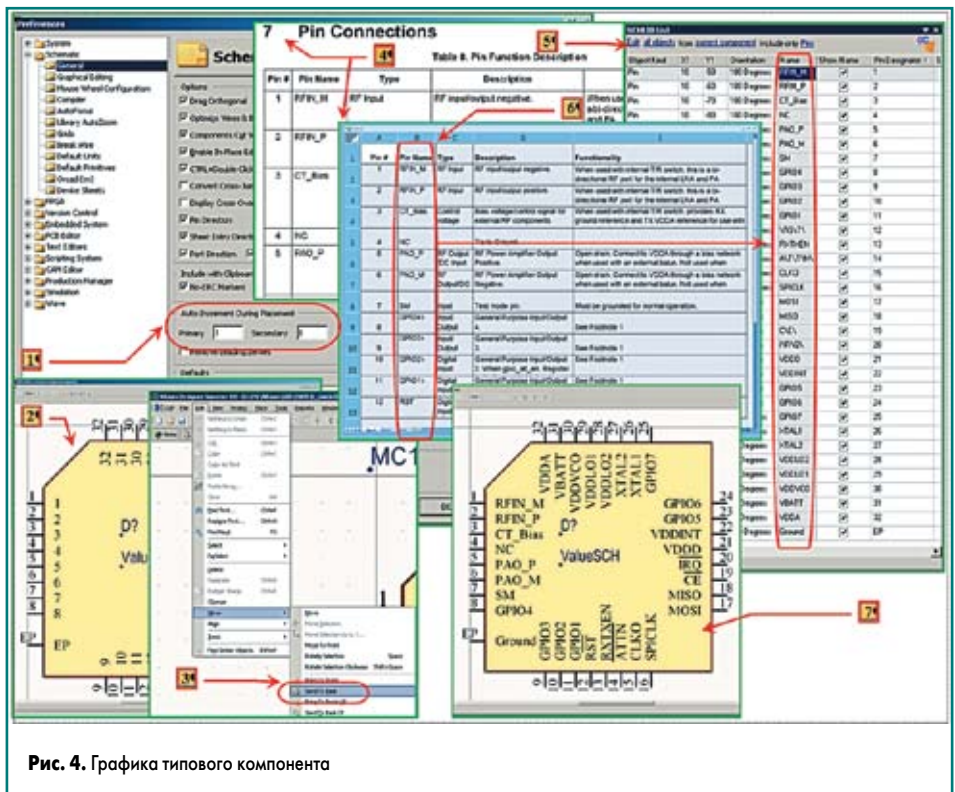

Рис. 4. Графика типового компонента
Теперь покажем процесс создания типового графического изображения компонента для электрической схемы. Для примера выберем транзистор MC13202 для ZigBee-приложений. Сначала ищем описание данного транзистора [5] и на странице 15 открываем таблицу **Pin Function Description**, где указаны номер и имя выводов компонента, а также их назначение. Этой информации достаточно для создания графического изображения компонента. Не станем приводить все действия — они перечислены выше при описании процесса создания простого изображения, а отметим только новые и специфические, свойственные данному компоненту. Итак, аналогично вышеописанному, добавим в библиотеку новый компонент, однако установим в поле **Type** значение **Standard**, что означает создание типового компонента. Введем для нового компонента такие же пользовательские параметры, какие мы установили при создании простого графического изображения выше. Далее поступим следующим образом (рис. 4):
- Аналогично расставим выводы компонента, например, так, как указано на рис. 4, и сделаем графику компонента, используя команду **Place Polygon**.